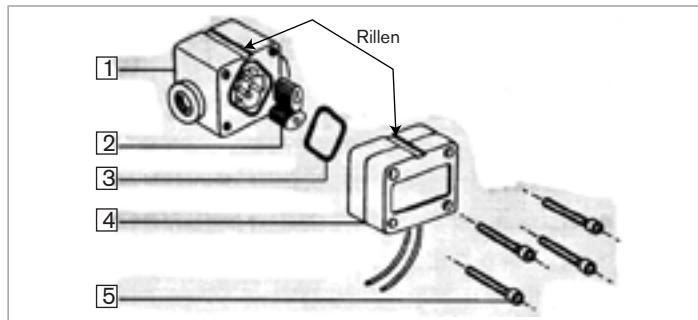

Bild 9: Explosionszeichnung des Sensors 8071
- Die 4 Schrauben (5) lösen (Bild 9) und den Deckel (4) abnehmen (Bild 9).
- Die Dichtung (3) entfernen (Bild 9).
- Die Räder (2) herausnehmen (Bild 9).
→ Die Dichtung (3) wieder einsetzen (Bild 9).
Die Rille des Deckels auf die des Gehäuses ausrichten (siehe Bild 9).
→ Den Deckel (4) wieder aufsetzen (Bild 9).
→ Die 4 Schrauben (5) ( *Bild 9* ) mit folgendem Anzugsdrehmoment über Kreuz festziehen: